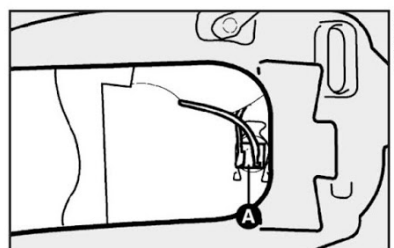

fig. 28
2) soltar o conector A-fig. 28 de alimentação da lâmpada;